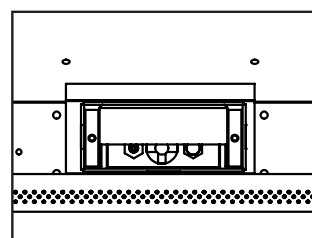

Figure 14. Assemblage de l'allumeur à côté du brûleur.
8. Réinstallez le brûleur, les panneaux de briques, l'ensemble de bûches, les braises et la porte vitrée. Référez-vous à la section INSTALLATION SECONDAIRE - INSTALLATION DE L'ENSEMBLE DE BÛCHE ET DES BRAISES dans votre manuel du propriétaire. Lorsque vous réinstallez le brûleur, assurez-vous que la relation entre le brûleur et le capuchon du pilote est similaire à ce qui est montré à la figure 14. Sur certaines unités, vous devrez porter une attention particulière lors de l'installation du brûleur que la tige d'ajustement du Venturi est correctement installé dans la pièce d'ajustement du Venturi, soudé sur le tube Venturi du brûleur.